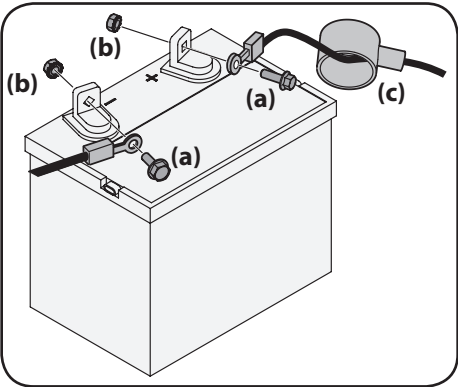

Figura 2-9
- 1. Retire la cubierta plástica, si está presente, del borne positivo de la batería y una el cable rojo al borne positivo de la batería (+) utilizando el perno (a) y la tuerca hexagonal (b). Consulte Figura 2-9.
- 2. Retire la cubierta plástica, si está presente, del borne negativo de la batería y una el cable negro al borne negativo de la batería (-) utilizando el perno (a) y la tuerca hexagonal (b). Consulte Figura 2-9.